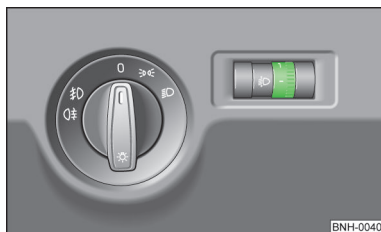

Fig. 20
- Girar el regulador giratorio » fig. 20 con el alcance luminoso deseado.